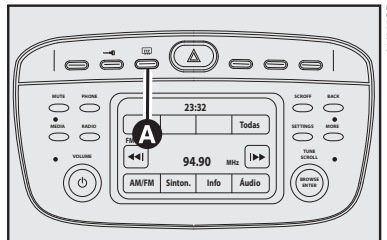

fig. 47
DESEMBAÇAMENTO/ DESCONGELAMENTO DO VIDRO TRASEIRO TÉRMICO - fig. 47
- vidro traseiro térmico (para acionar/desacionar somente vidro traseiro térmico, pressionar o botão **A-fig. 47**).